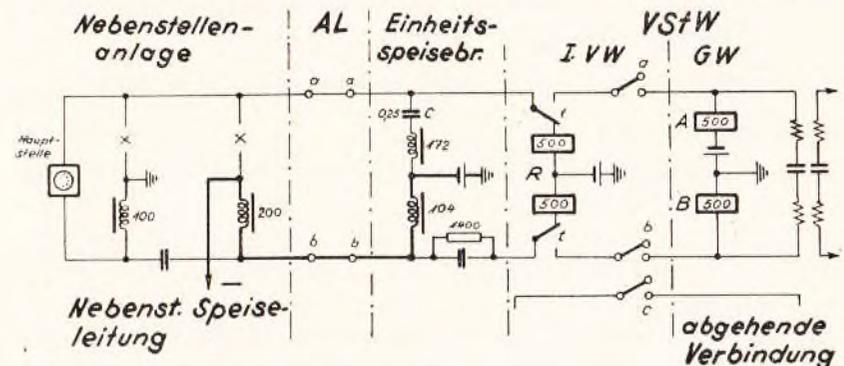
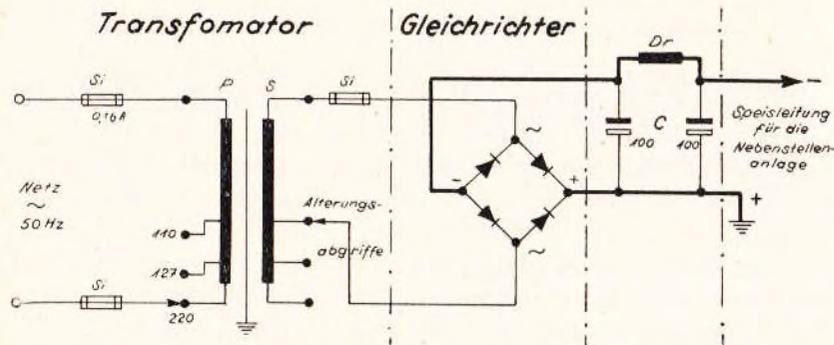

Bild 166. Einheitsspeisebrücke im Zusammenhang mit der Amts- und Nebenstellenschaltung.
Bild 168. Beispiel einer Netzspeisung für Nebenstellenanlagen kleiner Form (mit Abgriffen für die Netzspannungen 110, 127 und 220 Volt).
- Einheitsspeisebrücke (Bild 166) In diesen Zeichnungen wird nur das Grundsätzliche der 3 Arten gezeigt. Einzelheiten sind bei den Apparaten gebracht worden.
- Netzspeisung (Bild 168)
- im Innenverkehr durch b-Speisung nach Bild 166 oder 167, bzw. durch Netzspeisung bei der Teilnehmerhauptstelle nach Bild 168;